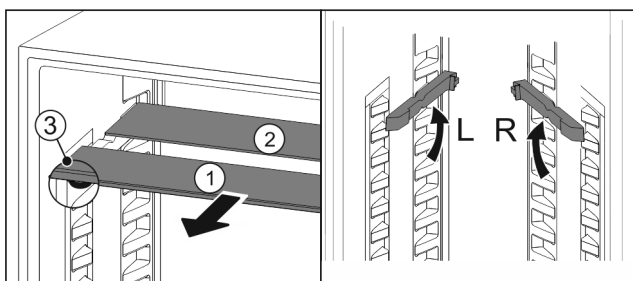

Fig. 98
- estrarre i ripiani di vetro singolarmente tirando in avanti Fig. 98 (1).
- Il piano in vetro Fig. 98 (1) con il motivo ornamentale è nella parte anteriore.
- I fermi Fig. 98 (3) sono rivolti verso il basso.